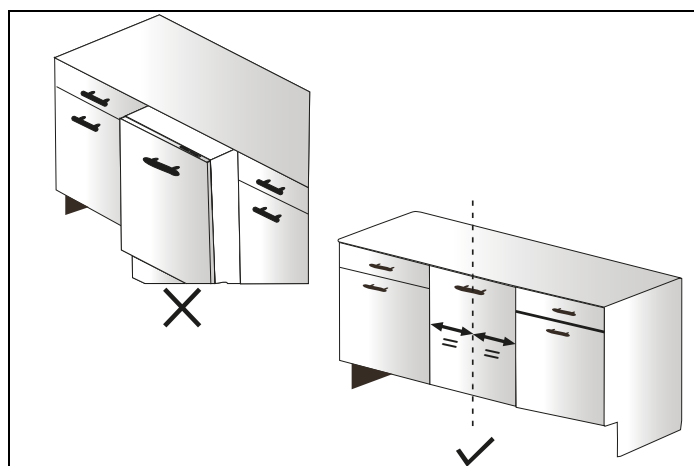

Fig. 30
- 11) El lavavajillas debe colocarse centrado y correctamente como se muestra en la Fig. 30 .